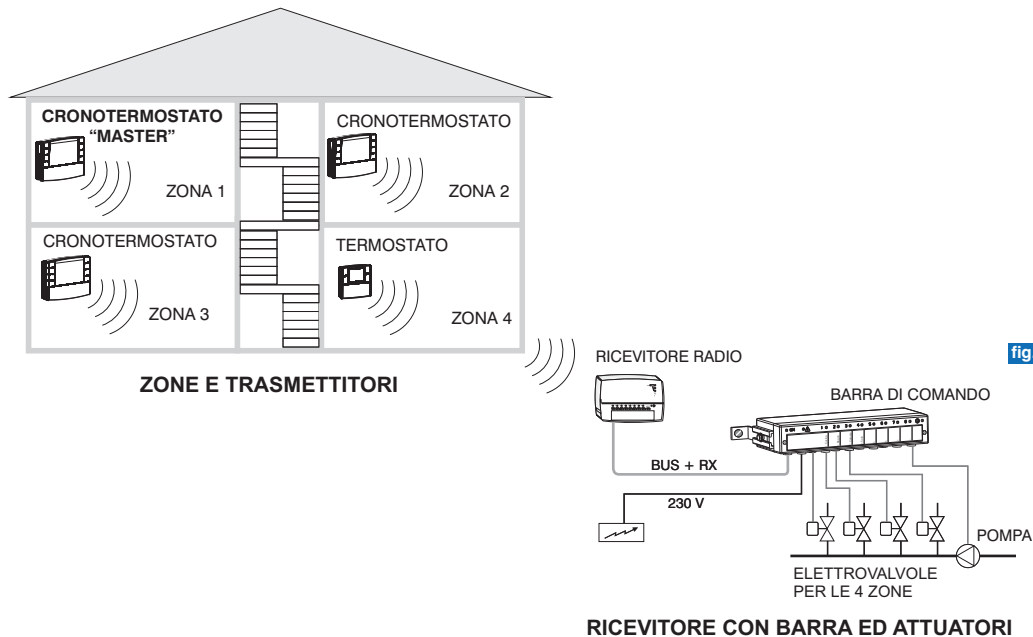

fig. 81
- Esempio: cronotermostato Master in impianto a 4 zone (esempio in fig. 81).